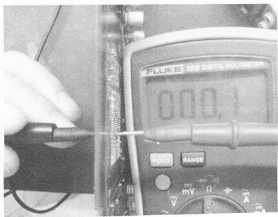

图 5-21 过孔是通的
(7) 点位找出来后，测量一下此过线孔，发现该过孔很正常，如图 5-21 所示。